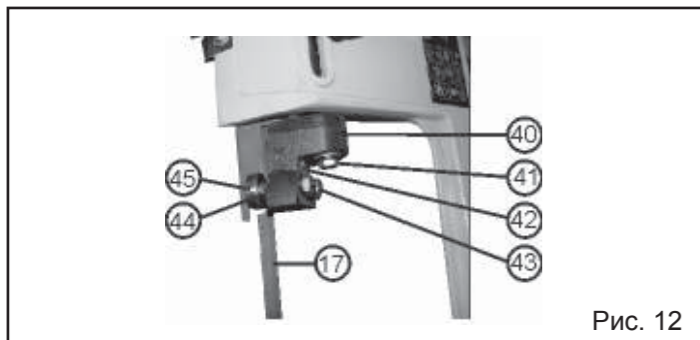

Рис. 12
9.4. Регулировка нижней и верхней направляющих пильной ленты (Рис. 12, 13)